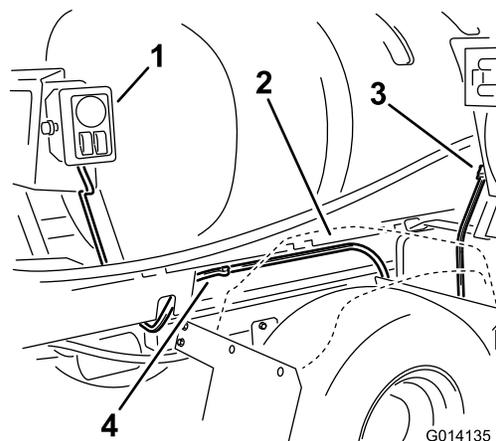

Figura 18
- 6. Na caixa de controlo, encaminhe a cablagem restante com o conector da bobina de tubagem para a frente no lado direito da máquina, entre o patim do depósito e o guarda-lamas direito traseiro (Figura 18). Utilize dois conectores para prender a cablagem à estrutura do patim do depósito.